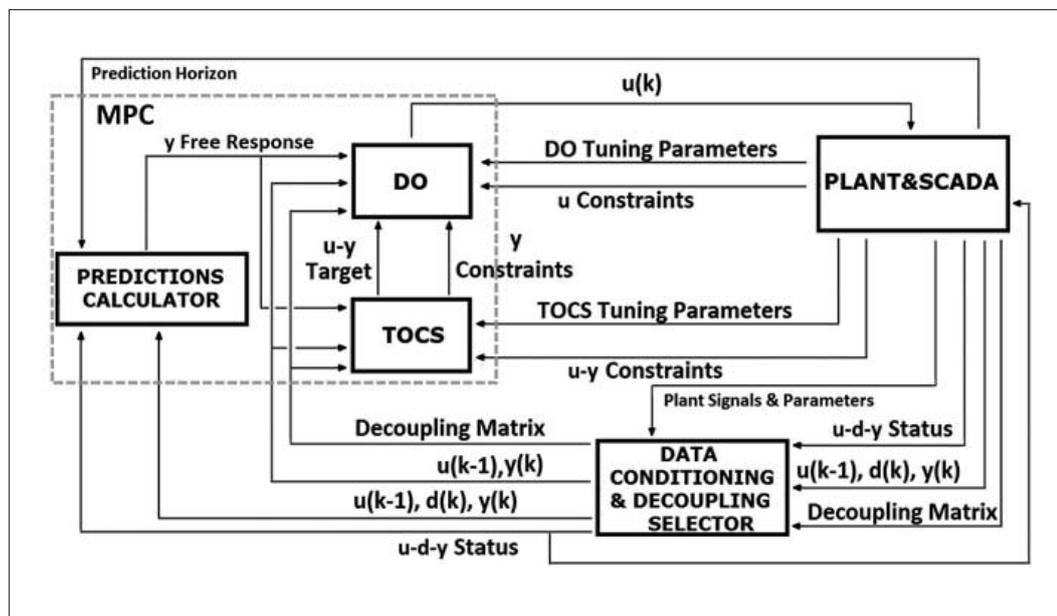

Figura 3 - Architettura del sistema APC 'i.Process | Cement'
L'architettura generale del sistema APC 'i.Process | Cement', customizzata per il caso di studio considerato nel presente lavoro è riportata in ► **figura 3**. Le princi-
[8]. Nell'architettura di controllo è stato introdotto uno stato logico per ogni variabile di processo, il quale viene calcolato sulla base di azioni eseguite dagli operatori tramite l'interfaccia sviluppata (► figura 4) e di operazioni logiche interne (► figura 3, blocco *Data Conditioning & Decoupling Selector*). Lo stato logico definisce se e in che modo una determinata variabile di processo deve essere inclusa nel problema di controllo.
sistema APC. Il blocco relativo al controllore predittivo (*MPC*) è costituito da tre moduli: modulo *Dynamic Optimizer (DO)*, modulo *Targets Optimizing and Constraints Softening (TOCS)* e modulo *Predictions Calculator (► figura 3)*. Il modulo *TOCS*, risolvendo un problema di programmazione lineare o quadratica (lineare nel caso di studio considerato), fornisce al modulo *DO* dei target di steady-state per le variabili di processo. Il